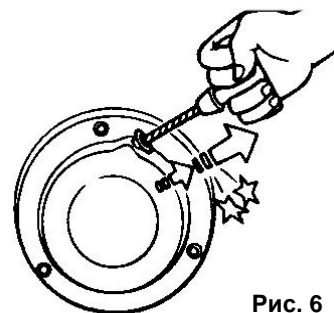

Рис. 6
- 5.2.4. Плавно, не отбрасывая рукоятку, опустить руку, позволив шнуру вновь вернуться в барабан (См. Рис.6)